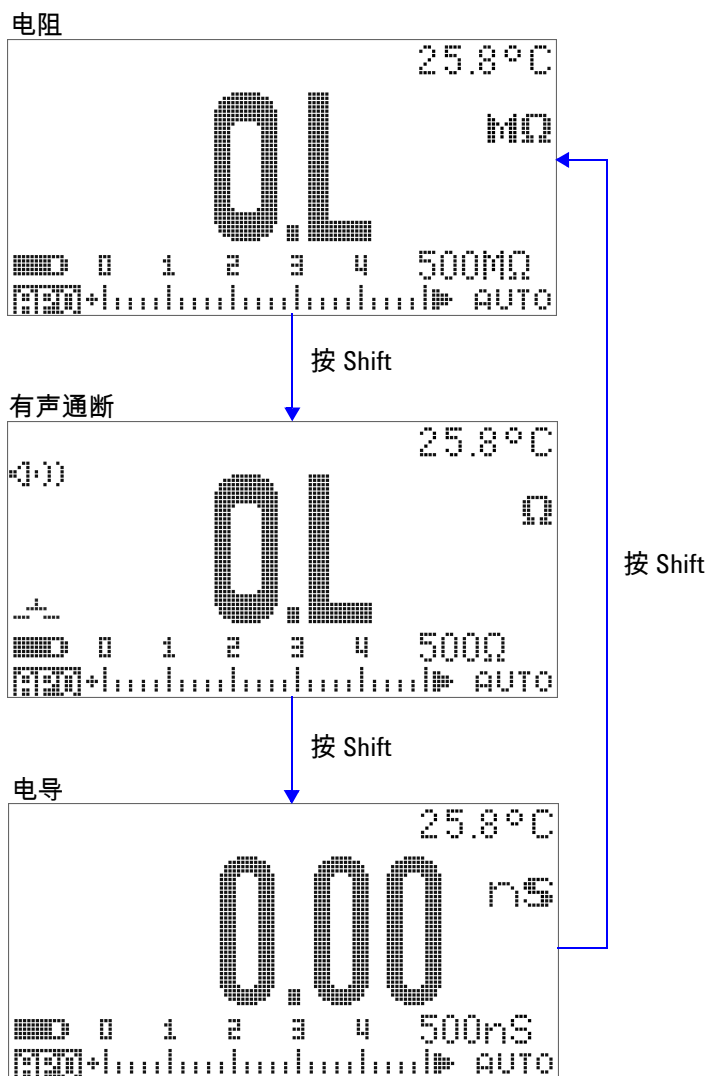

图 2-9 电阻、有声通断和电导测试
- 4 按  在有声通断测试 ( 或 )，具体情况取决于“Setup”配置)、电导测量 ( 或 ) 和电阻测量 (、 或  或 ) 之间滚动，如第 43 页上的图 2-9 中所示。